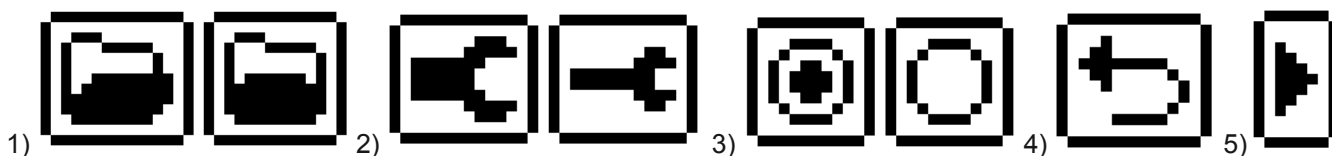

Рисунок 2.1. Значки: 1) Папка; 2) Параметр; 3) Радиобокс; 4) Выход; 5) Указатель.
1. **Папки** – служат для перехода в подменю (см. Рисунок 2.1. (1)). Стандартная иконка папки имеет два состояния: «выбранная» и «не выбранная».
2. **Параметры** – предназначены для изменения настроек устройства, например, установки времени (см. Рисунок 2.1. (2)). Иконка параметра также представлена в двух состояниях: «выбранная» и «не выбранная».
3. **Радиобокс** – позволяет выбрать одну из нескольких предложенных опций (см. Рисунок 2.1. (3)). Стандартная иконка радиобокса имеет два состояния: «выбранная» и «не выбранная».
4. **Выход** – возвращает пользователя на предыдущий уровень меню или на главный экран, в зависимости от глубины вложенности (см. Рисунок 2.1. (4)).
- **Текущий выбранный пункт.** Обозначается указателем (см. Рисунок 2.1. (5)). Выбор пункта производится нажатием центральной клавиши устройства, Перемещение по пунктам меню осуществляется с помощью клавиш «влево» и «вправо».